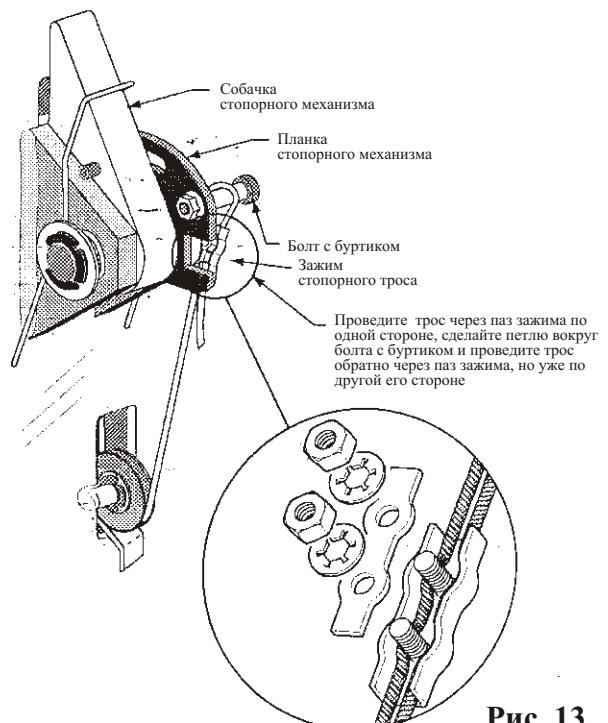

Рис. 13
- Направьте стопорный трос внутрь левой колонны и проведите его через паз соответствующего ролика. Таким образом трос должен выйти наружу из левой колонны подъемника (рис. 13).
- И) Проведите стопорный трос через паз специального зажима с одной его стороны, сделайте петлю вокруг болта с буртиком, расположенного на планке стопорного механизма, и проведите трос обратно через паз зажима по другой его стороне (рис. 13). Поместите крышку зажима на свое место и слегка закрутите болты зажима.